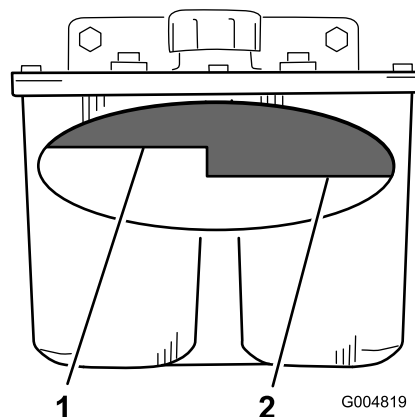

Figura 97
3. Limpie la zona alrededor del cuello de llenado del depósito de aceite hidráulico (Figura 97).
4. Retire el tapón del cuello de llenado y mire dentro para ver si hay fluido en el depósito (Figura 97).
Nota: El nivel de aceite debe llegar a la parte superior del nivel caliente del tabique cuando el aceite está caliente (Figura 97).